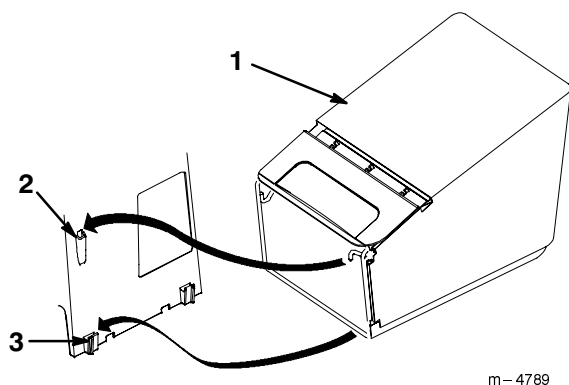

Figure 17
5. Insérer le crochet de l'armature du sac dans la fente du carter de tondeuse et faire reposer l'armature sur les supports, comme illustré à la Figure 17.
4. Soulever l'armature du sac hors des supports et de l'ouverture d'éjection, comme illustré à la Figure 17.